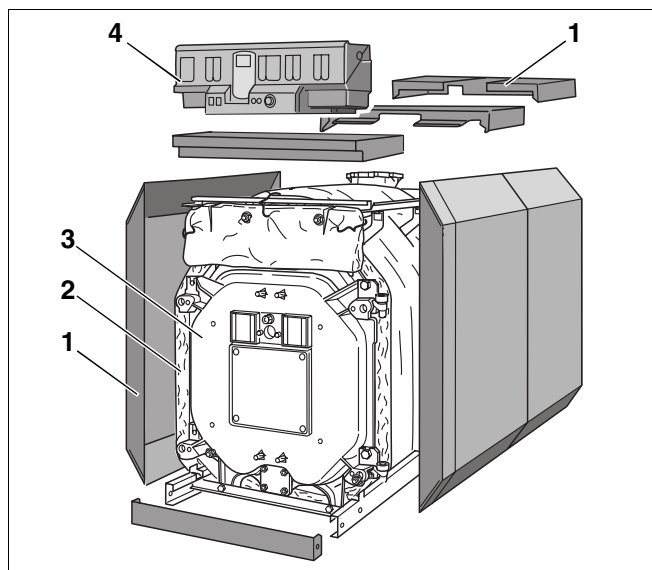
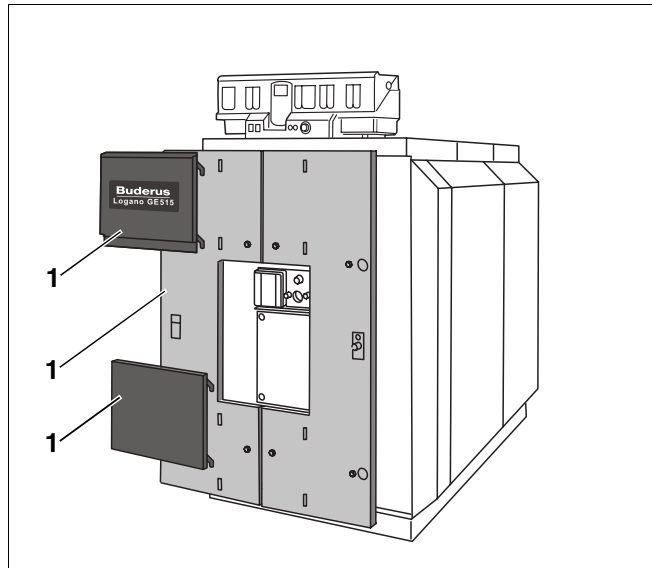

Fig. 1 Caldera especial a gasóleo / gas Logano GE515
Fig. 2 Caldera especial a gasóleo / gas Logano GE515
- Bloque de la caldera (fig. 1, **pos. 3**).
- Envoltura de la caldera (revestimiento, fig. 1 y fig. 2, **pos. 1**), protección calorífuga (fig. 1, **pos. 2**).
- Aparato de regulación (fig. 1, **pos. 4**)